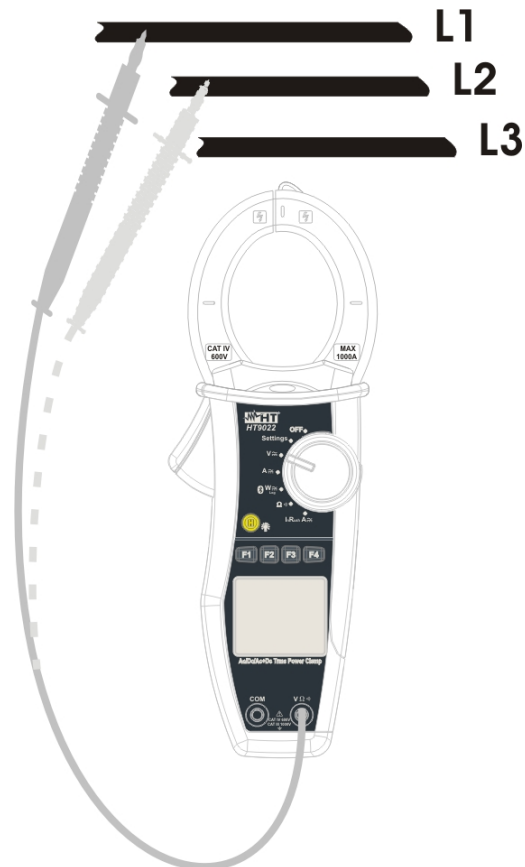

Fig. 7: verifica del Senso ciclico delle fasi
2. Inserire il cavo rosso nel terminale di ingresso $V\Omega$ e collegare il puntale Rosso alla fase L1 (Fig. 7).